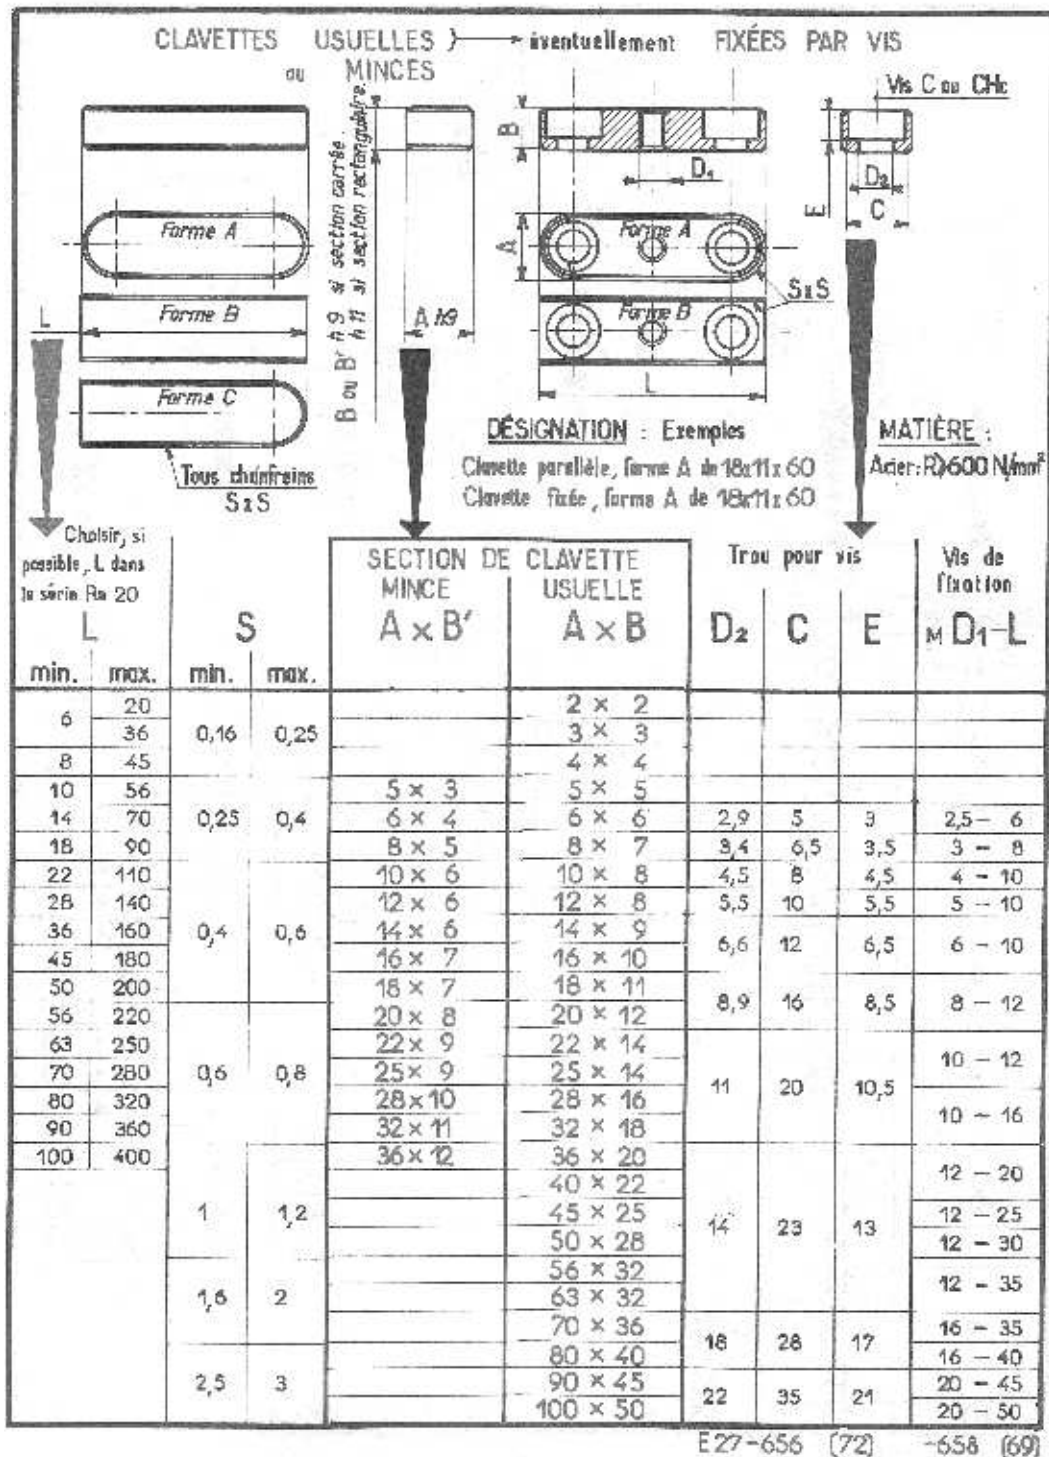

FIG. 2 - Clavette.
Le faible encombrement oblige d'imposer une longueur  $L$  (désignée sur la FIG. 2) à 22 mm, donc en dehors de la plage conseillée. Sa pression de matage admissible est  $p = 160$  MPa (valeur un peu excessive). Quel est le couple maximum admissible sur l'arbre (2) ?